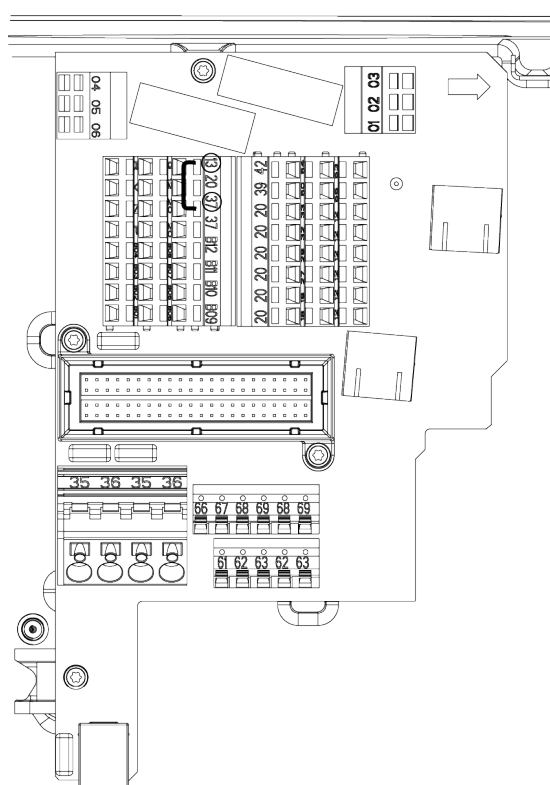

图 2.27 端子 13 与 37 之间的跳线
1. 取下端子 37 与 12 或 13 之间的跳线。仅断开该跳线还不足以避免短路。(请参阅图 2.27 中的跳线。)